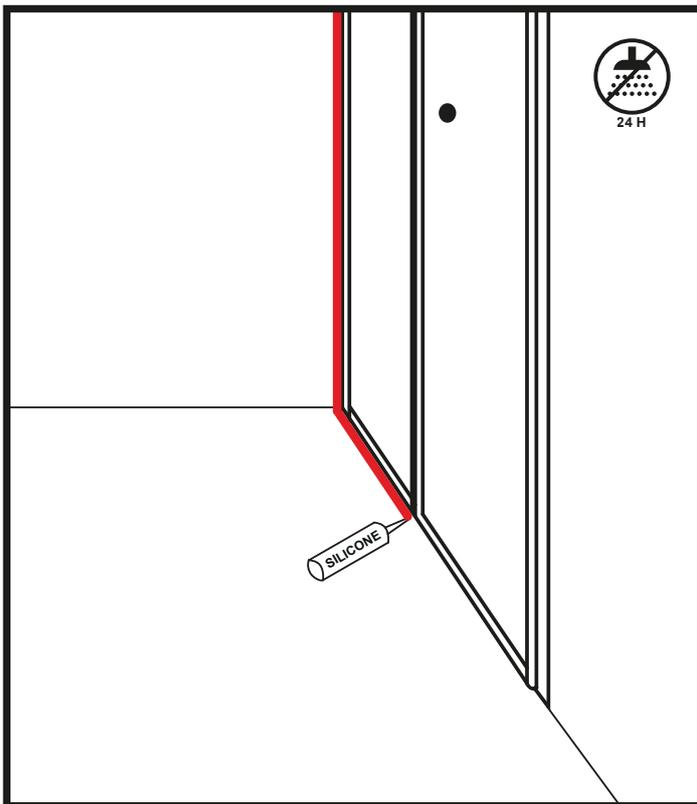
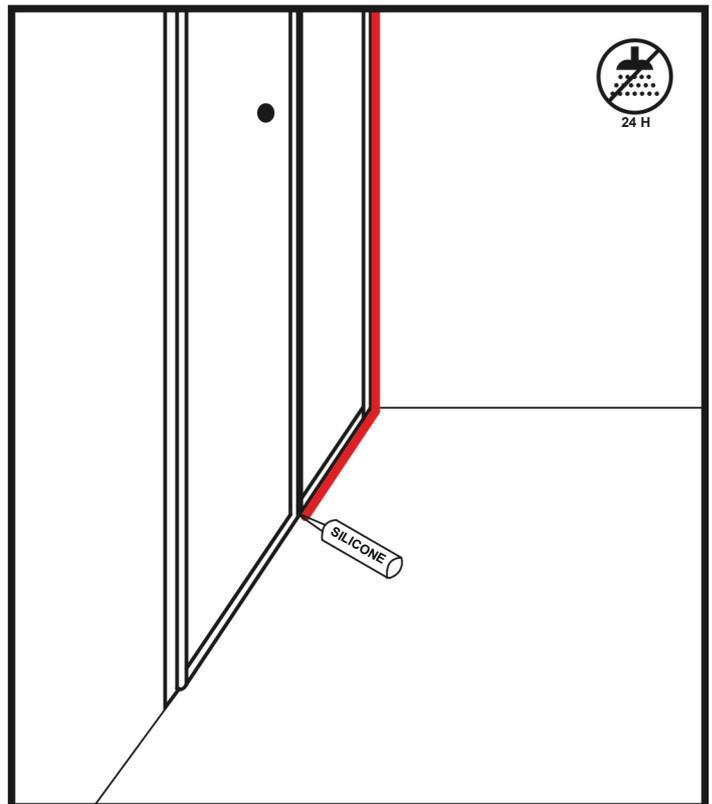

Abbildung 19
Abbildung 20
54. Tragen Sie einen gleichmäßigen Silikonstreifen auf die Innen- (Abbildung 19) und Außenkanten (Abbildung 20) der U-Leiste der Duschkabine auf.